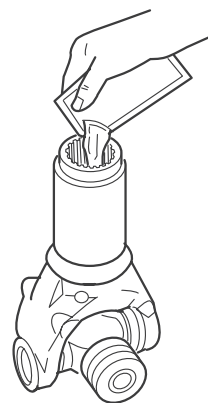

Figura 8.20
2. Use el paquete de grasa que es suministrado junto con el yugo deslizante y aplique su contenido total de grasa en el yugo deslizante. Figura 8.20.